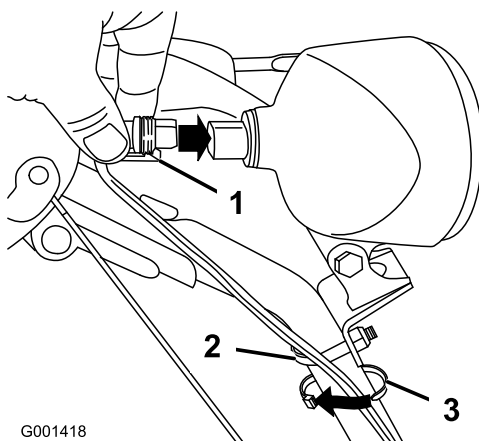

Bild 17
Hinweis: Achten Sie darauf, dass der Kunststoffclip am Kabelanschluss unten ist (Bild 17).
2. Befestigen Sie eine Kabelbinde (von den losen Teilen) ungefähr 2,5 cm unter der U-Schraube um das Kabel und den Griff (Bild 17).
1. Setzen Sie den Kabelanschluss am losen Ende des Kabels gerade hinten in die Scheinwerfereinheit ein, bis er fest sitzt (Bild 17).